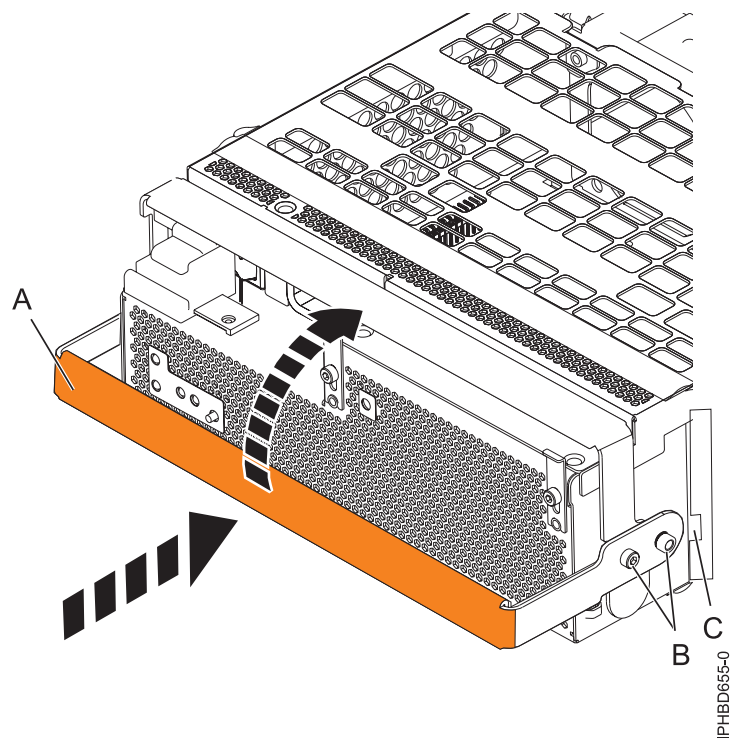

Figura 79. Sustitución de una fuente de alimentación
11. Para sustituir la fuente de alimentación, con el asa de bloqueo (A) en posición abierta, empuje la fuente de alimentación hacia la unidad de expansión, según se muestra en Figura 79 en la página 123.
12. Cierre el asa de bloqueo (A) hasta que la fuente de alimentación quede bloqueada en su sitio.